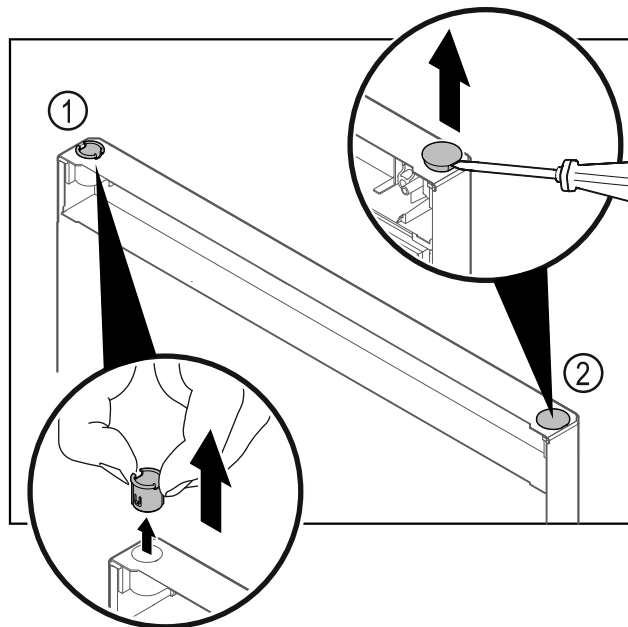

Fig. 22
- ▶ Húzza ki az ujjával a csuklópánt-perselyt Fig. 22 (1).
- ▶ A fedődugót Fig. 22 (2) egy lapos csavarhúzóval óvatosan emelje meg és húzza ki.